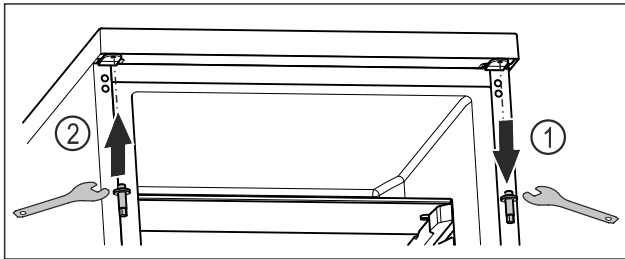

Fig. 18
- ▶ Extrageți prin rotire bolțul superior cu cheia cu hexagon exterior. Fig. 18 (1)
- ▶ Înșurubați ferm bolțul pe partea opusă cu cheia cu hexagon exterior. Fig. 18 (2)